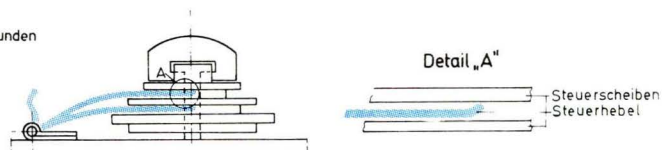

Bild 8
- Steuerhebel so biegen, daß sie auch unter Belastung unter den Scheiben nicht verklemmen. Die Hebelspitze ist etwas zu runden, damit sie sich nicht in die Scheibe einschleift. Sie ist weiterhin leicht nach oben zu biegen (Bild 8).